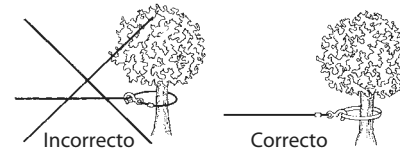

Figura 4
9. NUNCA HAGA UN LAZO CON EL CABLE ya que podría dañarse. Utilice una eslinga de nylon Figura 4 .